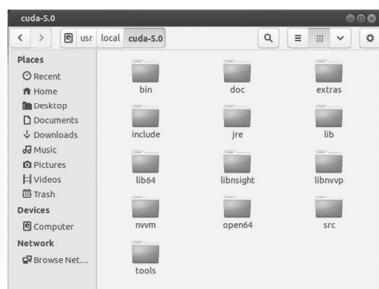

图 A.7 Linux 默认安装目录 (本例中为 Ubuntu)
- 对于 Linux, 默认安装目录为 /usr/local/cuda-5.0, 如图 A.7 所示。